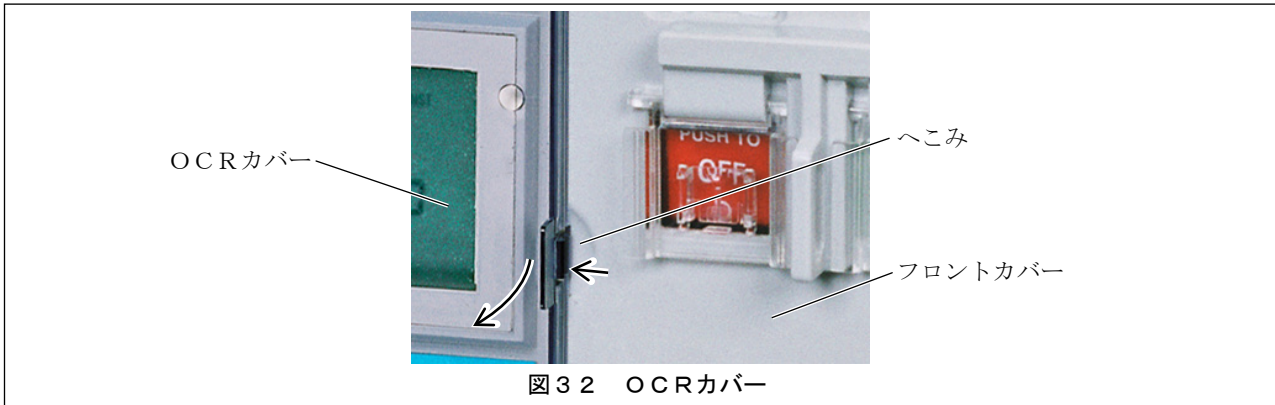

図32 OCRカバー
- 1) 図32に示すOCRカバーの右端のフロントカバーへこみに指を入れ、OCRカバーを左に押し開き止めの掛かりを外し、OCRカバーを開きます。OCRカバー施錠時は、開錠してからOCRカバーを開きます。